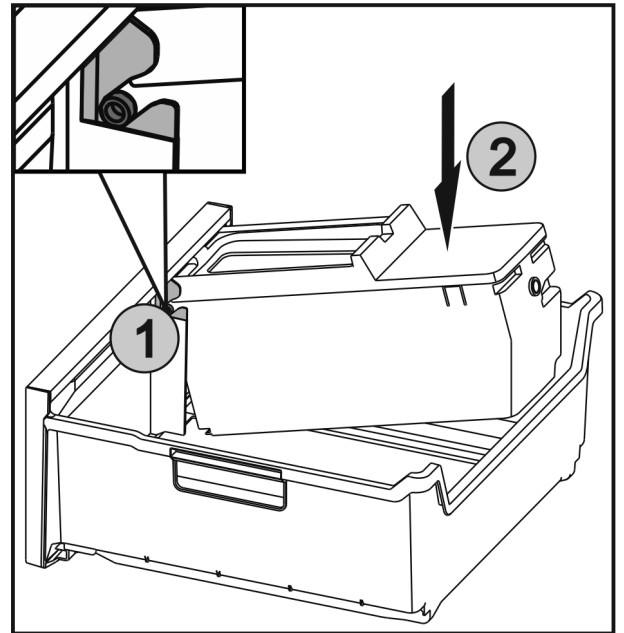

Fig. 33
- ▶ Insérer les axes Fig. 33 (1) sur l'EasyTwist-Ice dans les guides et appuyer sur le côté arrière Fig. 33 (2) jusqu'à ce que la languette s'enclenche.